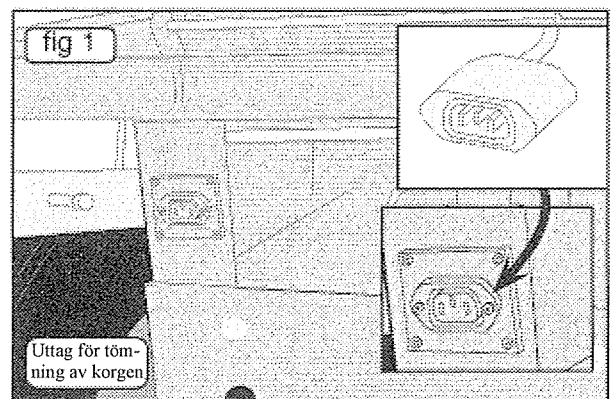

fig 2
1. Öppna nätkorgen delvis (100 mm). Frångör öppningsstaget genom att flytta det fjädrande låsröret bakåt och lösgör det från sprinten (fig 2).
3. Lösgör låsklipsen (båda sidor), lossa spakarna från låssprintarna (se fig 2).
Välj med hjälp av borsthöjdsspaken (fig 2) ett läge som passar förhållandena och klipphöjden.